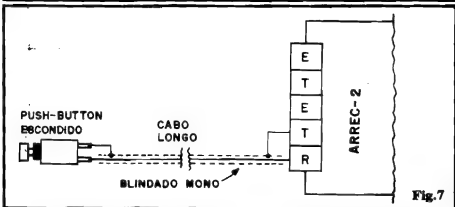

Fig. 7
**- FIG. 7 - INSTALAÇÃO OPCIONAL DO PUSH-BUTTON POR CABO BLINDADO MONO**